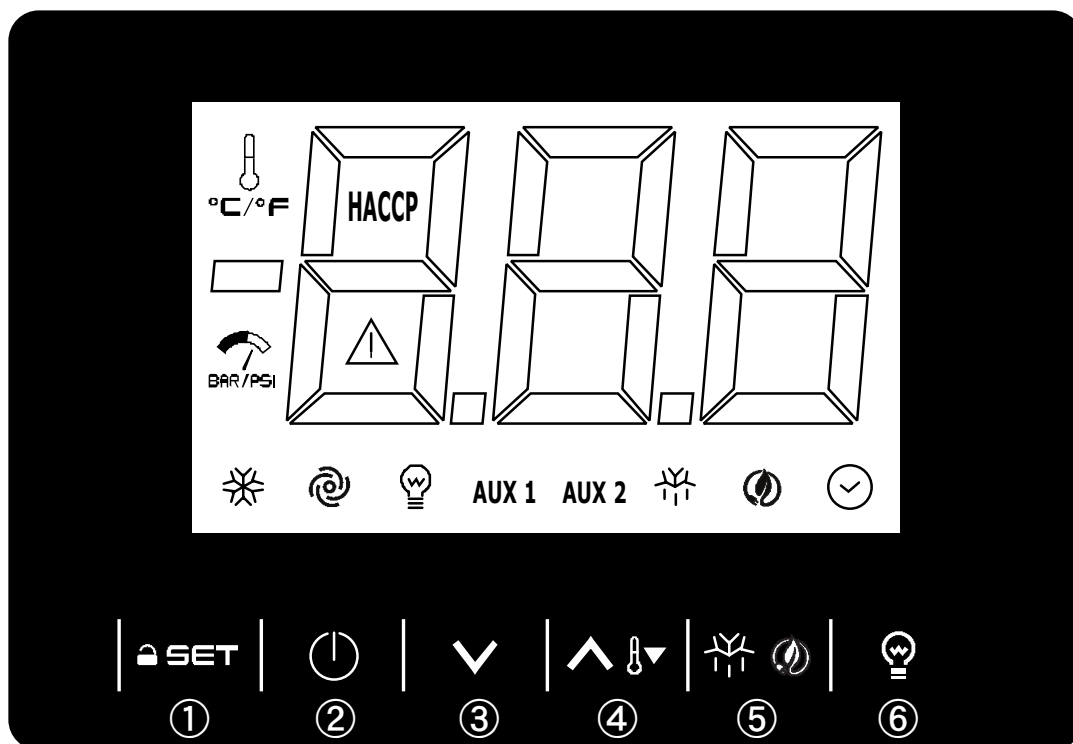

Fig.3
9.1 Descrizione dei comandi e pulsanti (Fig. 3)
Sequenza d'avviamento (fig.3).
9.2.2 Modi d'arresto (fig.3)
► premere il tasto on-off ② per 3 secondi	il display e l'armadio si spegneranno
9.2.3 regolazione dell'orologio interno sull'ora attuale (fig.3)
9.2.4 Impostazione temperatura (fig.3)
9.2.5 Sbrinamento automatico e manuale (fig.3)
9.2.6 Sblocco tastiera (fig.3)
9.2.7 Accensione/spegnimento della luce (fig.3)